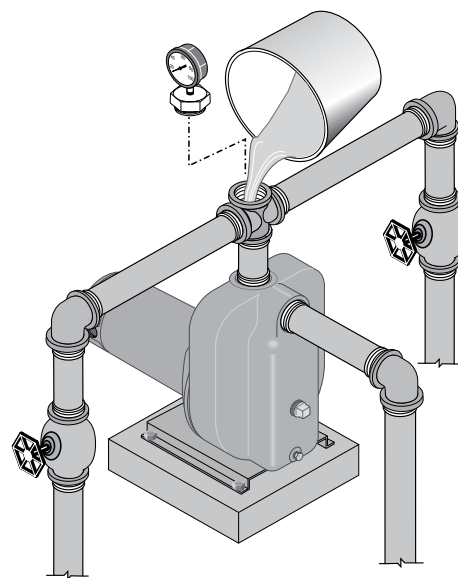

Figura 10: Saque el tapón de cebado y llene la bomba antes de iniciarla.
2. Retire el tapón de cebado. Llene la bomba y la tubería de succión con agua (Figura 10). **NUNCA** haga funcionar la bomba en seco. Hacer funcionar la bomba sin agua en su interior daña las juntas y puede derretir el impulsor y el difusor. Asegúrese de que la descarga (válvula, empuñadura de pistola de la boquilla de la manguera, etc) esté abierta siempre que la bomba esté en funcionamiento.